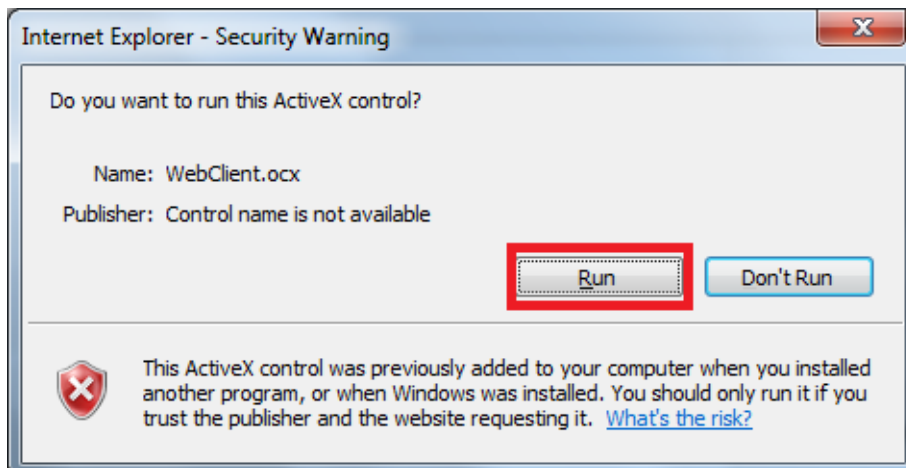

Figura 2
4) Installare il web client come mostrato in figura 2